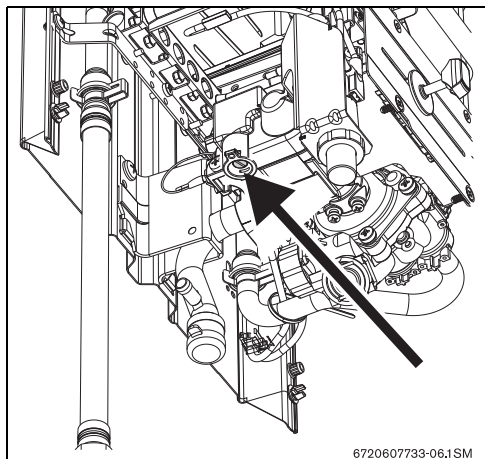

Рис. 13 Винт регулировки макс. расхода газа
- ▶ Снять пломбу с регулировочного винта (рис. 13).
- ▶ При помощи регулировочного винта (рис. 13) отрегулировать давление перед форсункой по таблице 7.